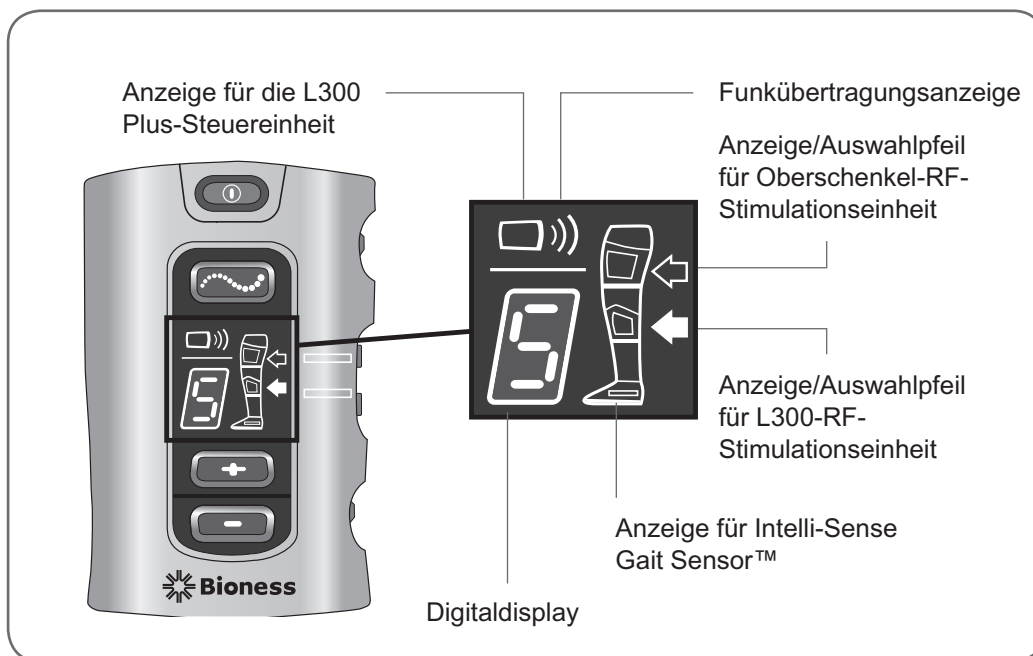

Abbildung 5-9: Digitaldisplay und Anzeigen der L300 Plus-Steuereinheit
- Fehlermeldungen (siehe Abbildung 5-9 und Tabellen 5-4 bis 5-9).